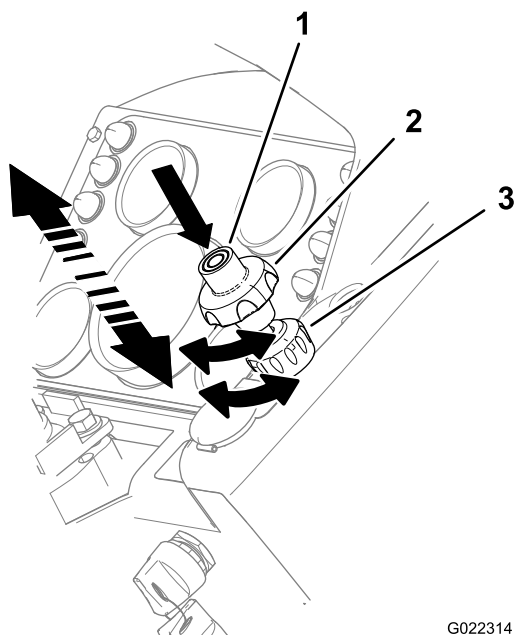

Рисунок 22
- Чтобы **увеличить** частоту вращения двигателя, нажмите кнопку в центре ручки дроссельной заслонки, одновременно **вытягивая на себя** ручку дроссельной заслонки (Рисунок 22).